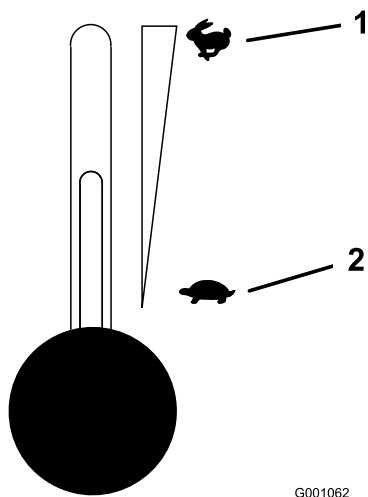

Figura 14
2. Ponga la palanca del acelerador en un punto intermedio entre las posiciones lento y rápido (Figura 14).